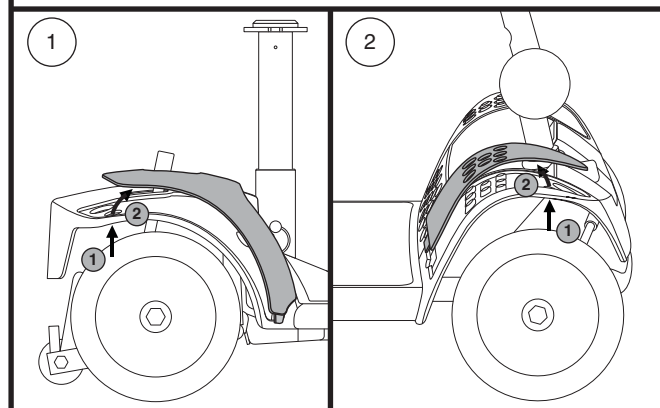

Figure 11. Panneau aile
2. Poussez dans l'orifice afin de séparer le panneau du Travel Scooter. **Voir la figure 11.**
NOTE: Lors de l'installation des panneaux d'ailes arrière et avant, assurez-vous de bien insérer l'onglet dans sa fente avant de fixer le panneau en place. Voir la figure 11.